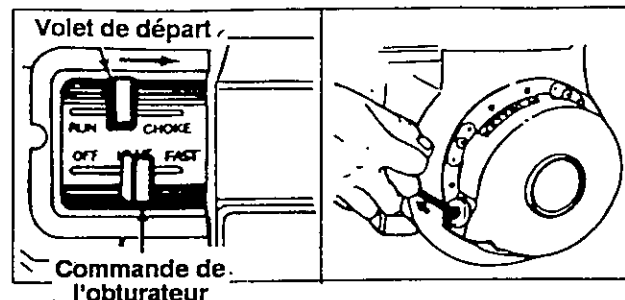

FIGURE 6
Elle se trouve en avant du panneau du guidon. Voir la figure 6. Tirez la poignée vers l'arrière pour faire tourner les dents en marche arrière. Lâchez la poignée pour les arrêter.
- Vérifiez que la poignée d'embrayage de la marche avant se trouve au point mort (ralâchée). Voir la figure 6.
- Placez la commande de l'obturateur à la position «FAST» (Rapide). Voir la figure 6.
- Tirez lentement sur la poignée du démarreur (voir la figure 6) jusqu'à ce que le moteur atteigne le cycle de compression. (Une légère résistance se fait sentir à ce moment.) Laissez la corde revenir lentement.
- Placez la manette de la commande de l'obturateur à la position «STOP» (Arrêt). Voir la figure 6.